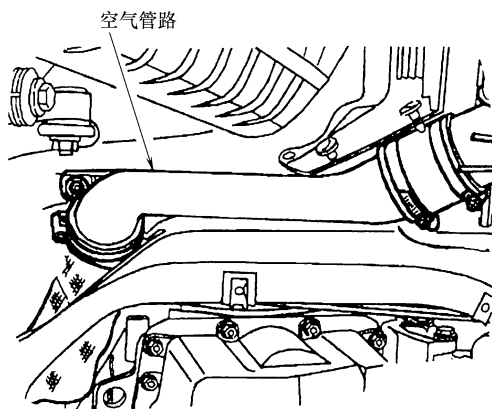

图 2-1 拆卸空气管路
- 3) 拆卸位于涡轮增压器与空气冷却器之间的空气管路，如图 2-1 所示。